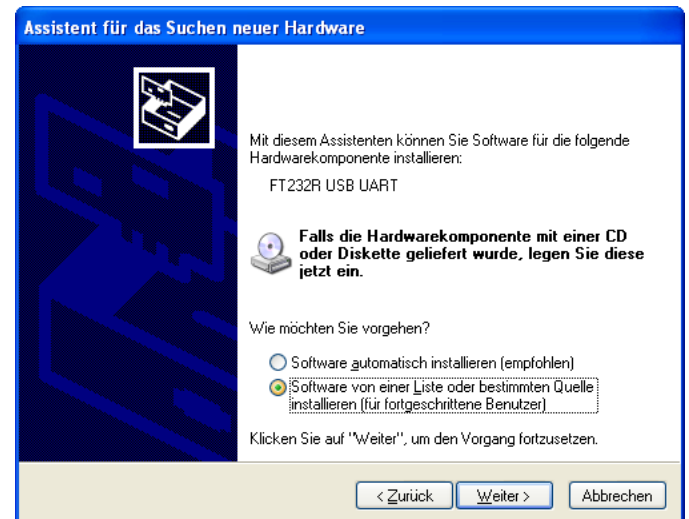

Abbildung 10.2
- Wählen Sie „Software von einer Liste oder bestimmten Quelle, installieren (für fortgeschrittene Benutzer)“, wie in Abbildung 10.2 unten dargestellt und klicken Sie dann auf „Weiter“.